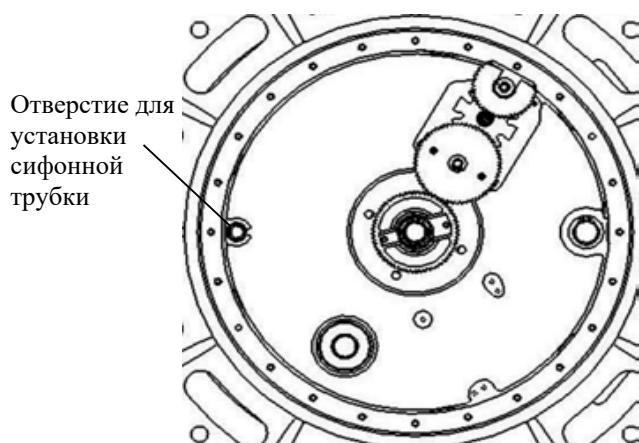
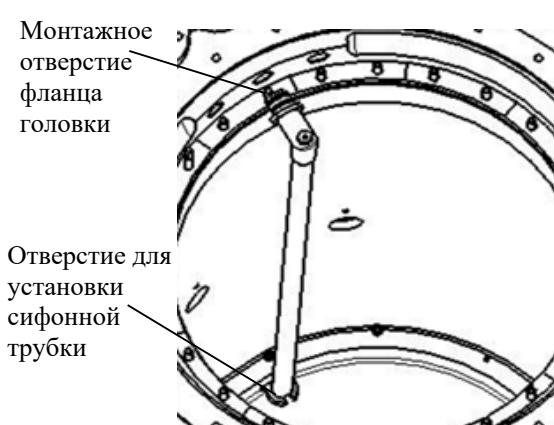

Рисунок 30 Установка сифонной трубы
Рисунок 31 Установка патрубка сифонной трубы
- 3) Установите сифонную трубку в установочное отверстие в нижней части масляного бака (Рисунок 30). Затем вставьте присоединительный патрубок сифонной трубы в монтажное отверстие фланца головки устройства РПН (Рисунок 31).